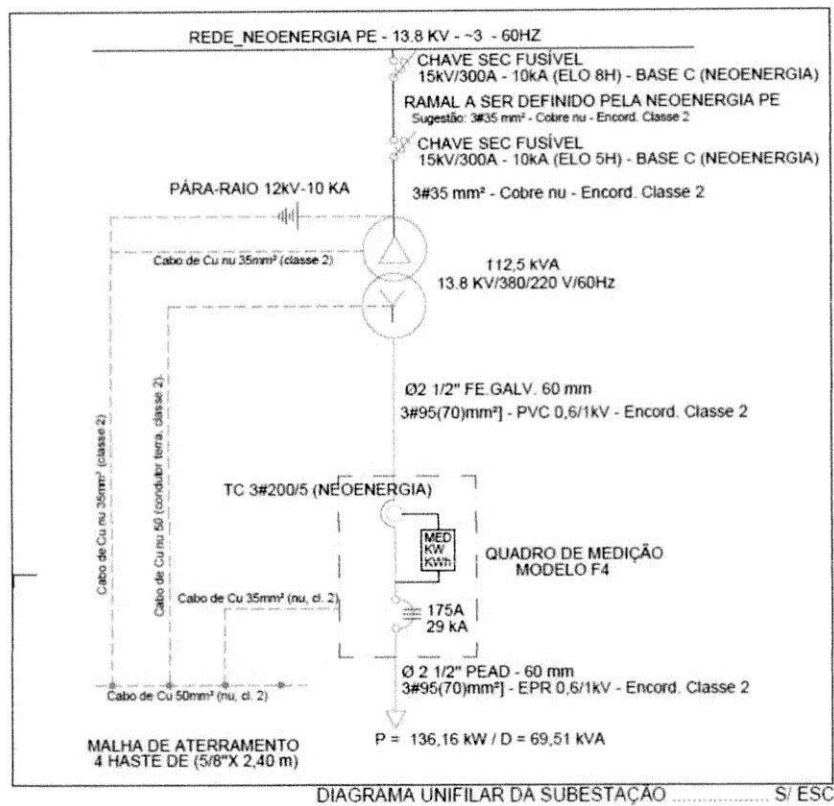

Figura 1: extrato do arquivo *SUBESTAÇÃO_EXERCITO_CIMNC_7RO_01_V1.pdf*, que mostra o diagrama unifilar da subestação.
1.3. No item 7, deve ser acrescentada a carcaça do gerador do CIMNC e do QTA dele, e todos os itens do memorial devem ser revisados para inclusão do gerador onde for cabível, como neste caso. Além disso, este item prevê que todo o aterramento será feito com cabo de cobre nu de 50mm², porém na planta dos arquivos SUBESTAÇÃO_EXERCITO_CIMNC_7RO_01_V1.pdf e SUBESTAÇÃO_EXERCITO_CIMNC_7RO_02_V1.pdf está previsto cabo de 35mm² para alguns aterramentos, como mostrado abaixo na Figura 1. Isso deve ser compatibilizado para não haver discrepâncias.